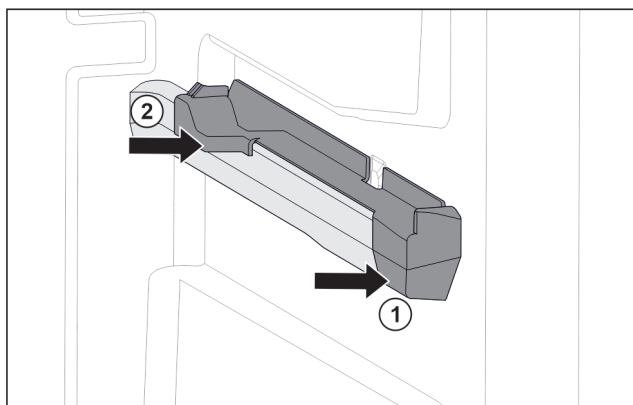

Fig. 119 Pjesa kapëse në brinjën e djathtë të kutisë
- Vendoseni pjesën kapëse përpara në brinjën e kutisë. Fig. 119 (1)
- Shtyni pjesën kapëse në pjesën e pasme. Fig. 119 (2)